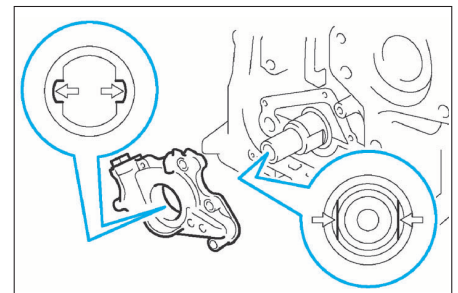

FIG. 47
- aligner les dents cannelées du rotor menant de la pompe à huile avec les dents plus larges du vilebrequin (fig. 47).